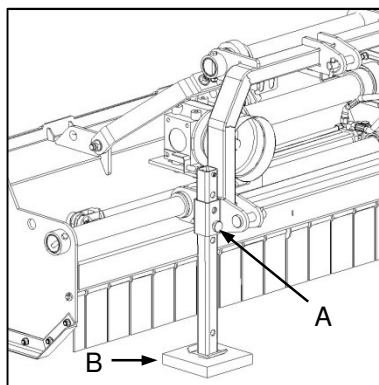

Fig. 5
- ✔ Extend the parking jack and select an appropriate pin hole (Fig. 5-A) to allow the implement to assume a level position.
- ✔ In soft ground conditions, it is recommended to use a wooden block (Fig. 5-B) for added stability.
- ✔ Verleng die parkeerdromkrag en kies 'n gepaste pengaatjie (Fig. 5-A) om die implement gelyk te laat staan.
- ✔ Dit word aanbeveel dat 'n houtblok (Fig. 5-B) vir ekstra stabiliteit gebruik word waar die grond sag is.